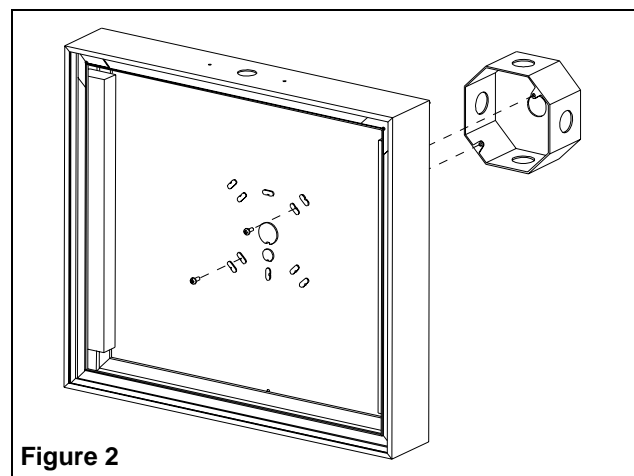

Figure 2
- c. Visser la plaque arrière à la boîte de jonction en utilisant les vis de la boîte de jonction (voir fig. 2).